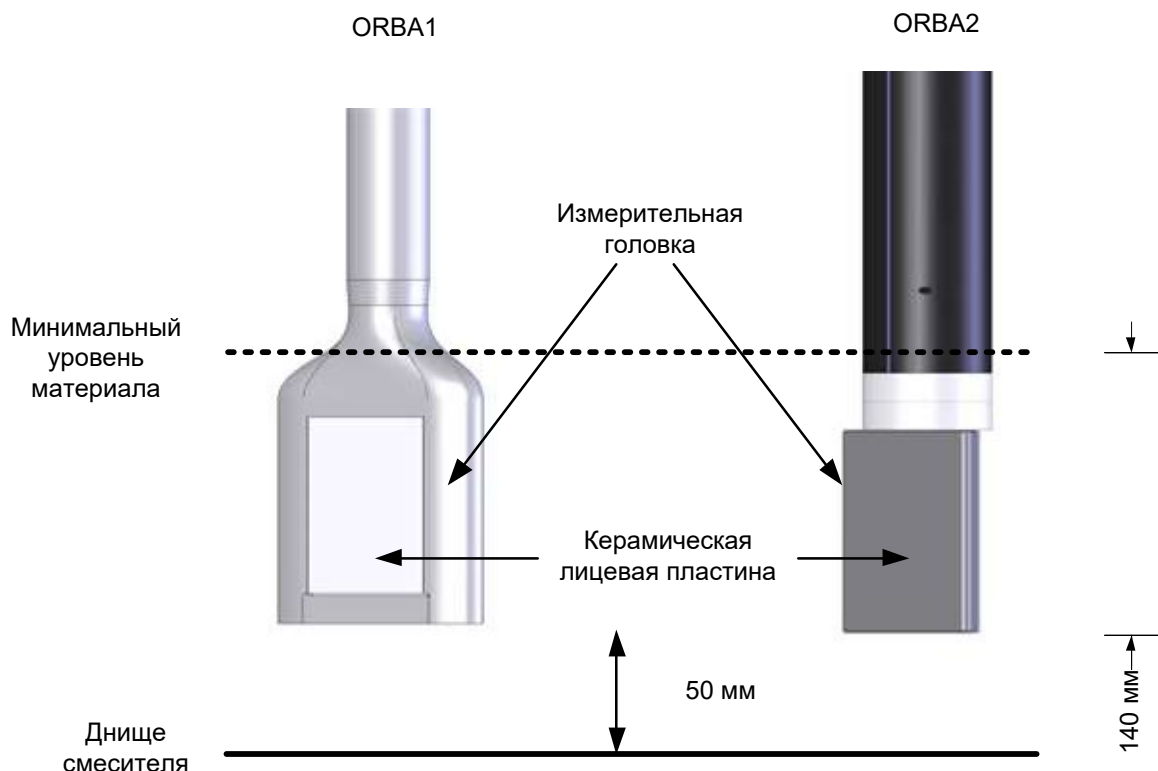

Рисунок 5: Установка высоты измерительного зонда
- Измерительные зонды выпускаются в различных вариантах длины. Датчик должен быть установлен таким образом, чтобы между нижней частью измерительного зонда и дном смесителя оставался зазор не менее 50 мм (Рисунок 5)
Для типовых областей применения рекомендуемая высота над дном смесителя составляет 50 мм (Рисунок 5). Эту высоту можно установить с помощью приспособления для установки угла, ширина которого равна 50 мм.